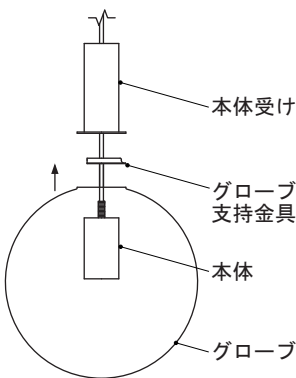

図9
- ・1名がグローブを持った状態で、もう1名がグローブ支持金具をグローブの中に入れ込み本体に載せてください。(図9参照)